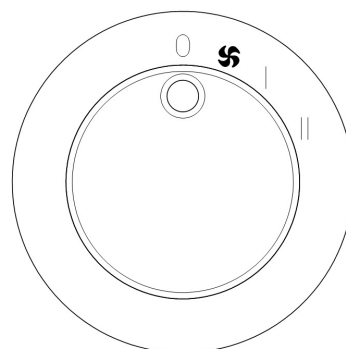

fig. 2
- Stellen Sie sicher, dass der Bezug "I" des Drehknopfes "B" (Abb. 1) mit dem Symbol "S" auf der Bedienkonsole (Abb. 2).
- Verifique que la referencia "I" de la manija "B" (fig. 1) esté alineada con el símbolo "S", presente en el panel de mandos (fig. 2).*